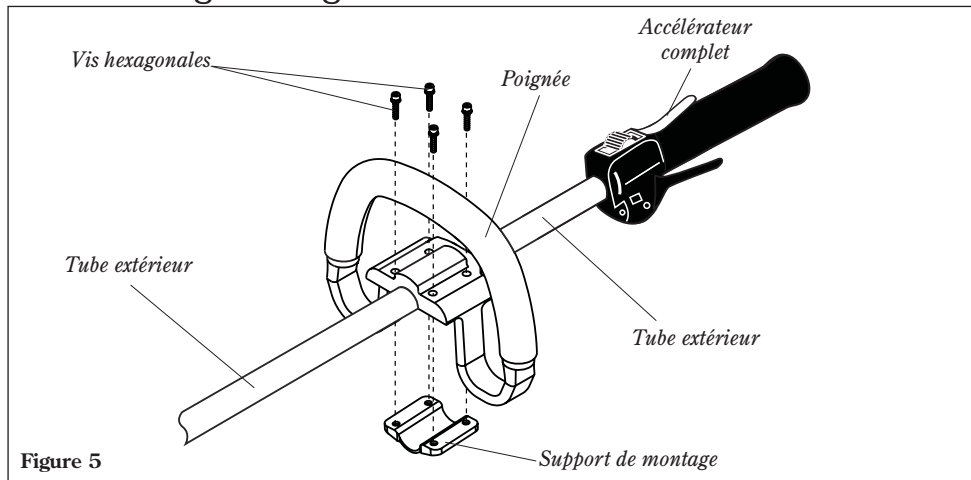

Figure 5
1. Positionner la poignée sur le tube extérieur devant la marque tel que démontre à la figure 5.